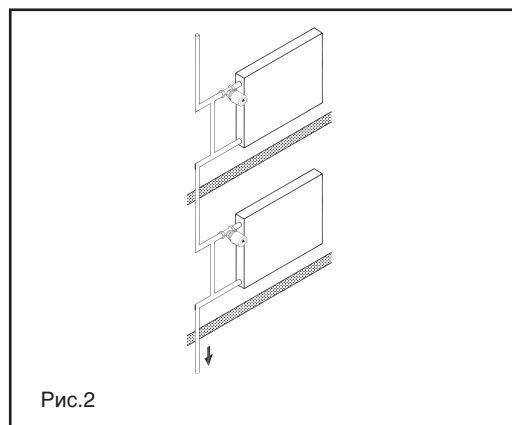

Рис.2
1) В однотрубній системі опалення із терморегуляторами обов'язково має бути встановлена замикаюча ділянка між подаючим і зворотним трубопроводами (рис. 2). Діаметр замикаючої ділянки, як правило, повинен бути на 1 типорозмір меншим, ніж діаметр підвідних ділянок.